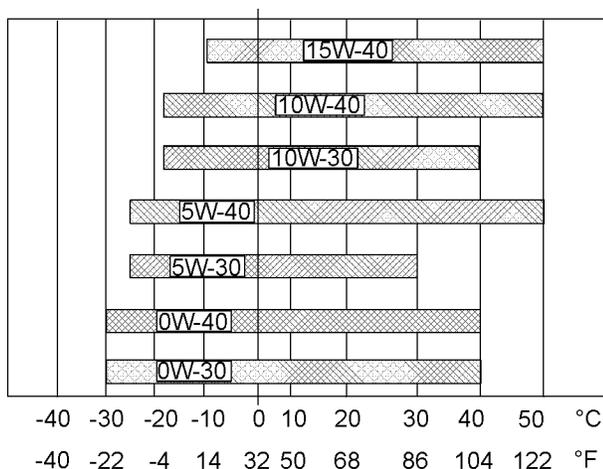

Abbildung 36
Zur Bestimmung der notwendigen Ölviskosität zum Starten eines kalten Motors siehe Abbildung 36 (minimale Temperatur).
Zur Bestimmung der notwendigen Ölviskosität für den Motorbetrieb bei der höchsten zu erwartenden Umgebungstemperatur siehe Abbildung 36 (maximale Temperatur).
- Siehe die geeigneten "Schmierstoffviskositäten". Siehe die entsprechende Abbildung 36, um den richtigen Viskositätsgrad für den Motor zu bestimmen.